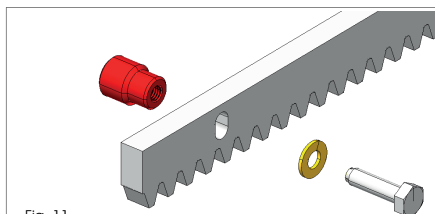

Fig. 11
5.4 MONTERA KUGGSTÄNGEN**5.4.1 KUGGSTÅNG I STÅL SOM SVETSAS FAST (Fig. 11)**